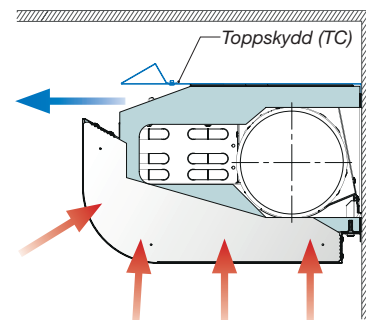

Bild 13. Plafond XD-FW montering på vägg med distans till tak (FW).
Plafond-XD-FW (Fixed to Wall). När teknikdelen monteras på väggen med distans till tak (10 mm från tak) ska ett toppskydd (TC) användas, som ingår i leverans. Luftfördelningen är horisontell (bild 13).